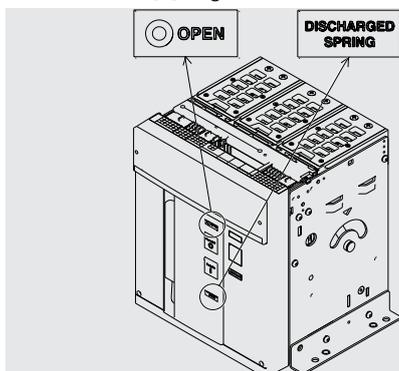

Figura 74
1. Controllare che l'interruttore sia aperto (segnalatore aperto/chiuso "O - OPEN"), e controllare che le molle siano scariche (segnalatore molle "bianco - DISCHARGED SPRING") come indicato in Figura 74.